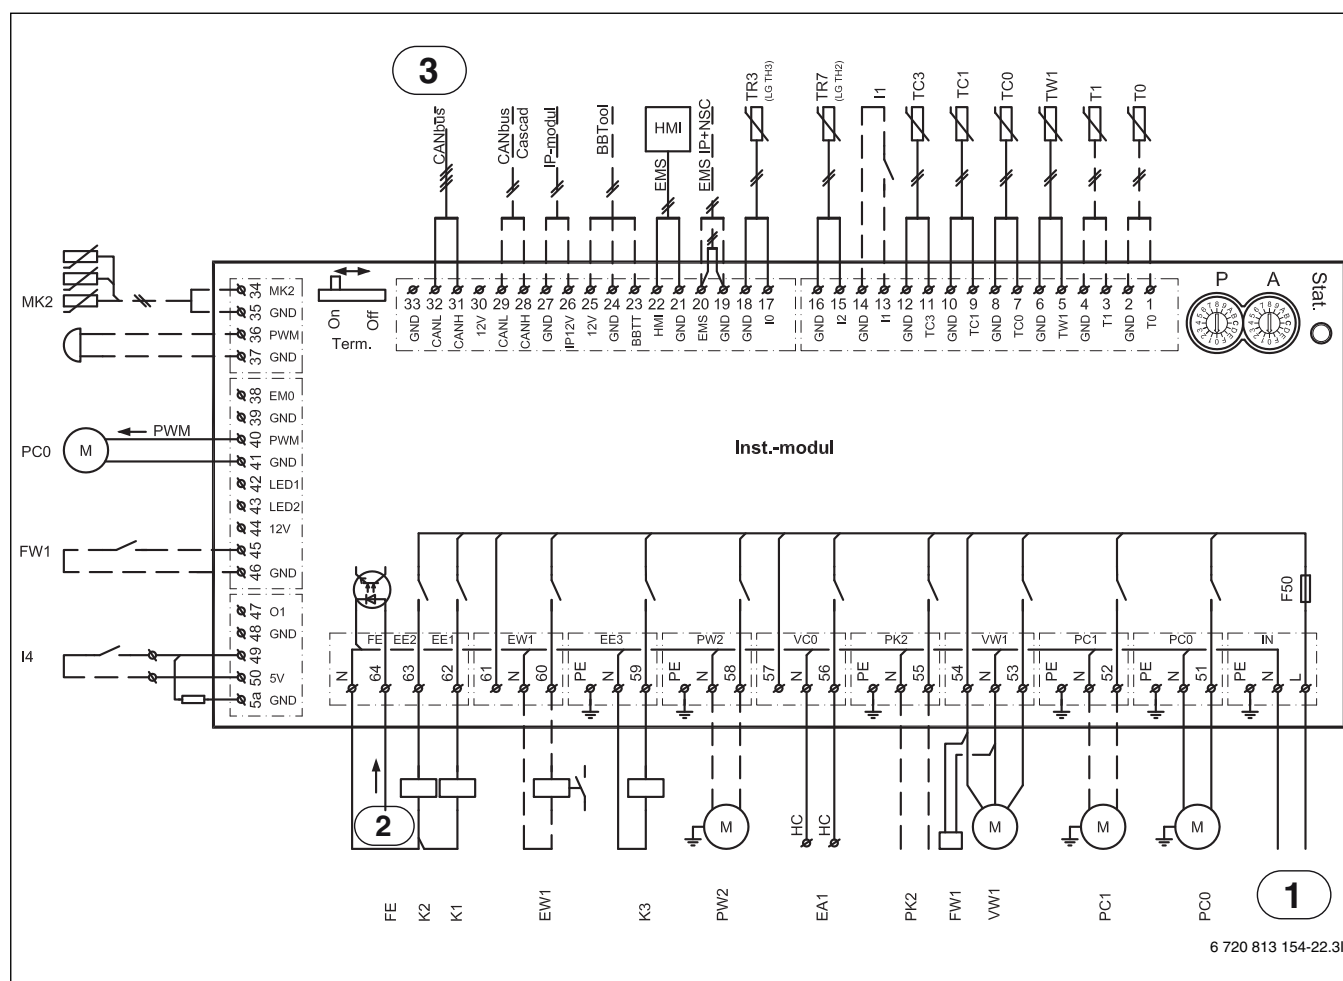

Bild 31 Schaltplan Installationsmodul
- [1] Betriebsspannung Installationsmodul ([1] Abb. 31)
- [2] Alarmausgang Elektro-Heizeinsatz ([2] Abb. 31)